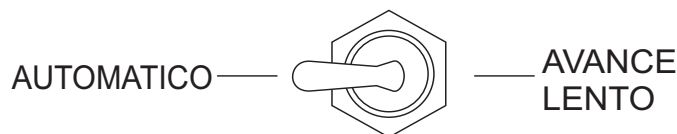

Figura 20. Interruptor del control del cilindro de tiempo (Automático)
2. Gire el **interruptor del control de tiempo del cilindro** (Figura 20) a la posición **AUTOMATICO**.